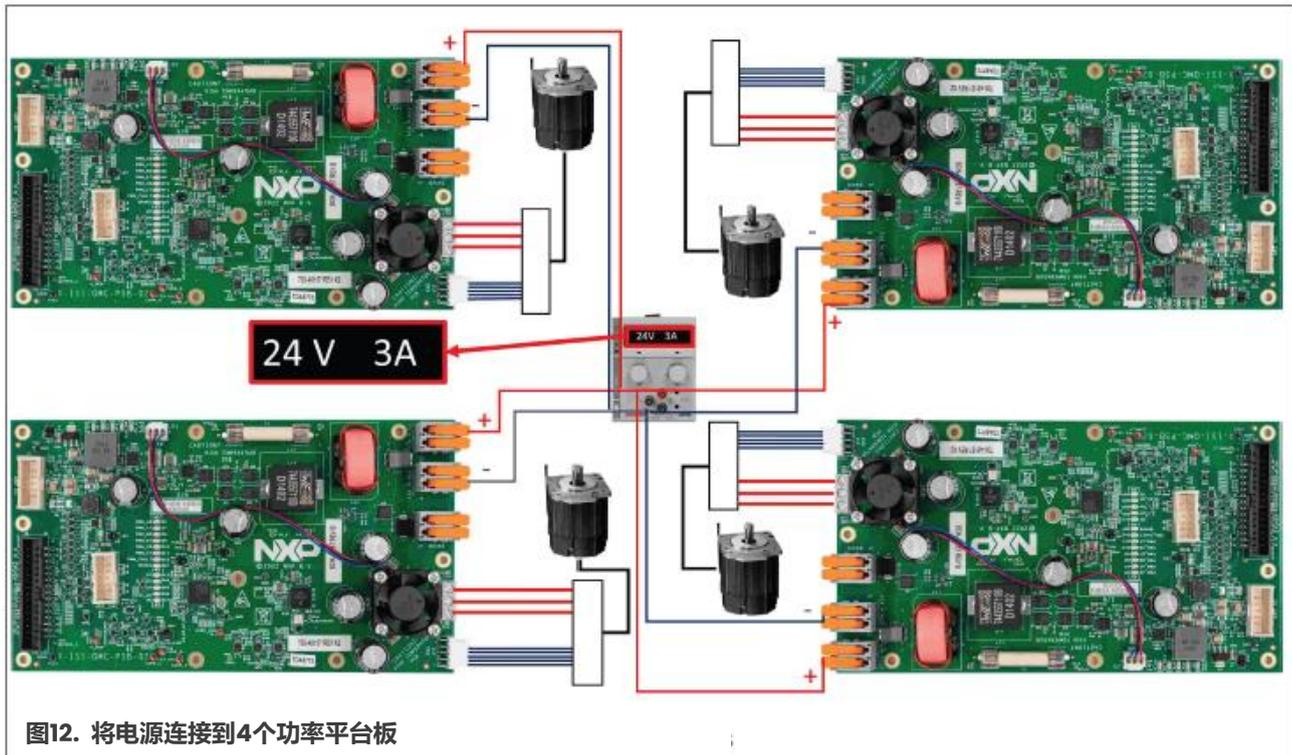

图12. 将电源连接到4个功率平台板
4. 如果功率平台板供电正常且没有发生故障，将电源的最大输出电流增加到3A。最后，整个系统必须如图12所示。